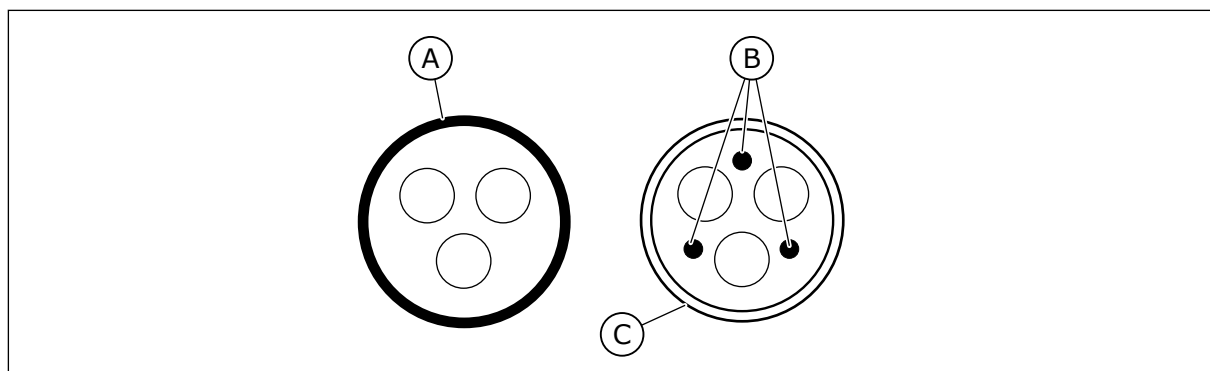

Fig. 20: Cavi con conduttori PE
2. Un cavo di alimentazione simmetrico con filo di protezione concentrico. Un cavo per la tensione della rete elettrica specifica. Si consiglia un cavo NKCABLES/MCMK. Vedere *Fig. 20*.
3. Un cavo di alimentazione simmetrico con schermatura compatta a bassa impedenza. Un cavo per la tensione della rete elettrica specifica. Si consiglia un cavo NKCABLES / MCCMK, SAB/ÖZCUY-J o equivalente. Vedere *Fig. 20*. * = Per i livelli EMC C1 e C2, è necessaria una messa a terra a 360° della schermatura con le tenute cavo lato motore.